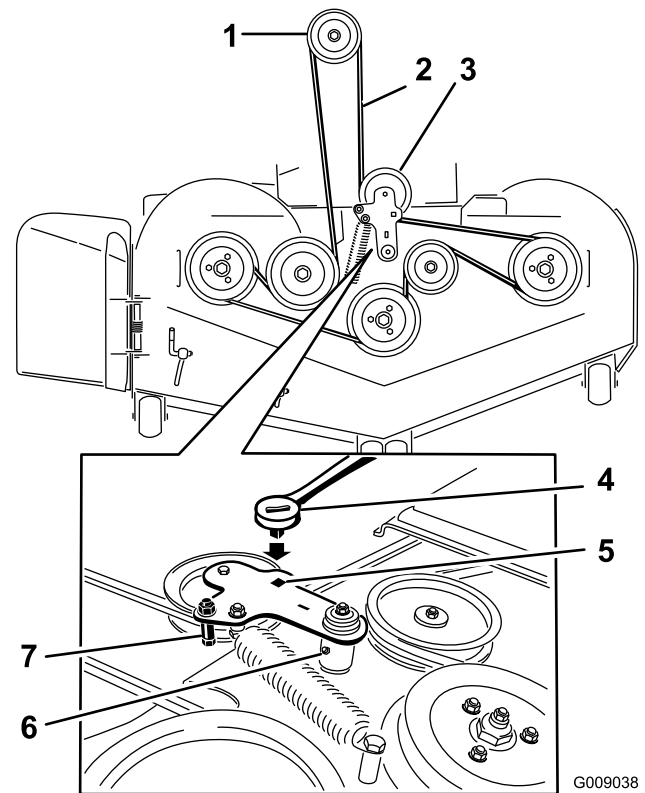

Figura 89
10. Instale la guía de la correa en el brazo tensor (Figura 89).
11. Utilizando la llave de carraca en el taladro cuadrado, instale el muelle tensor (Figura 89).
5. Utilice una llave de carraca en el taladro cuadrado del brazo tensor para aliviar la tensión del muelle tensor (Figura 89).
7. Instale la guía de la correa en el brazo tensor tensado con muelle (Figura 89).
9. Pase la correa nueva alrededor de las poleas del cortacésped y de la polea del embrague, debajo del motor (Figura 89).